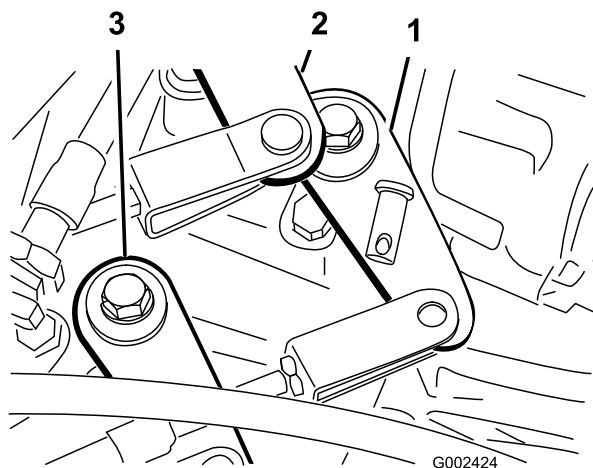

図 50
2. シフトケーブルをトランスアクスルのシフトアームに固定しているクレビスピンを取る (図 50)。